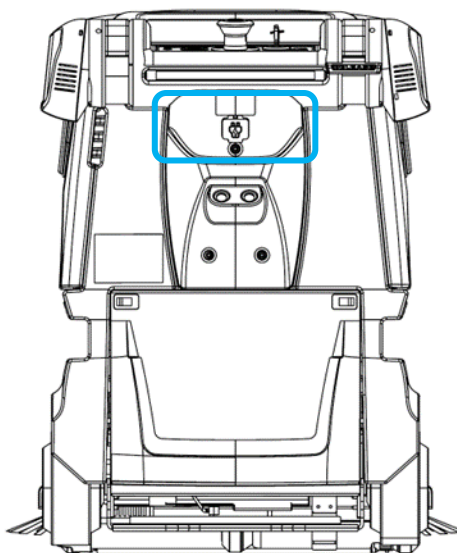

Fig. 1
1. La prise de rechargement (Fig. 1) est située à l'arrière du robot sous le panneau de commande.